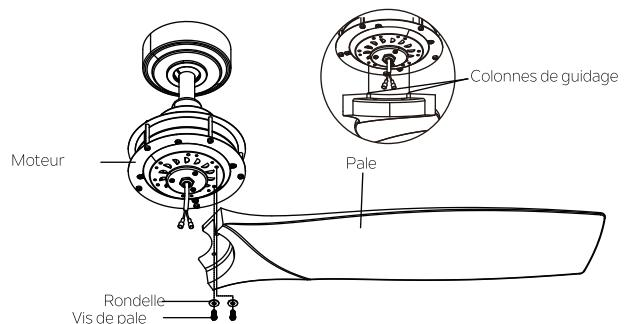

Fig. 17
**Étape 1.** Fixez sans serrer la pale au moteur avec les rondelles et les vis que vous trouverez dans le sac de matériel pour la fixation des pales. Serrez ensuite pour fixer une fois que deux vis sont installées.(Fig.17)
**REMARQUE:** Les colonnes de guidage sont installées sur la pale pour faciliter l'alignement de la pale avec le moteur.(Fig.17)